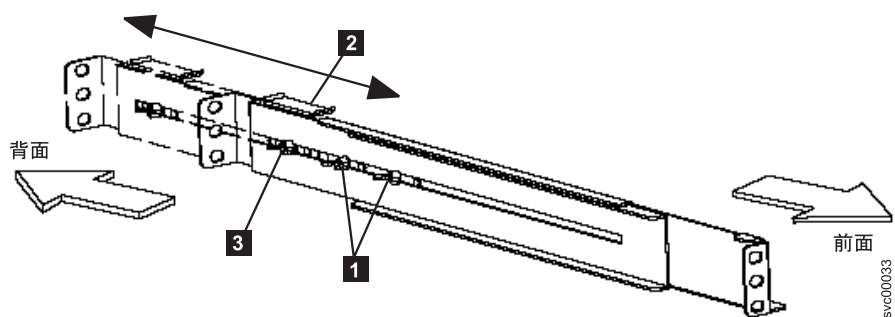

図 279. 2145-1U 無停電電源装置 でのレールの縦の長さの調整
4. 両方のレール・アセンブリーのアセンブリー・ウィング・ナット **1** (図 279) を緩め、ラックの縦の長さに合わせてレール・サイズを調整します。
5. 後部の押さえブラケット (図 279 の **2**) をレール・アセンブリーの端に位置付け、ウィング・ナット (図 279 の **3**) を締めます。